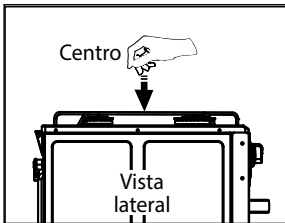

Figura 57
- 1.1 Tome la parrilla por el centro (Ver figura 57).